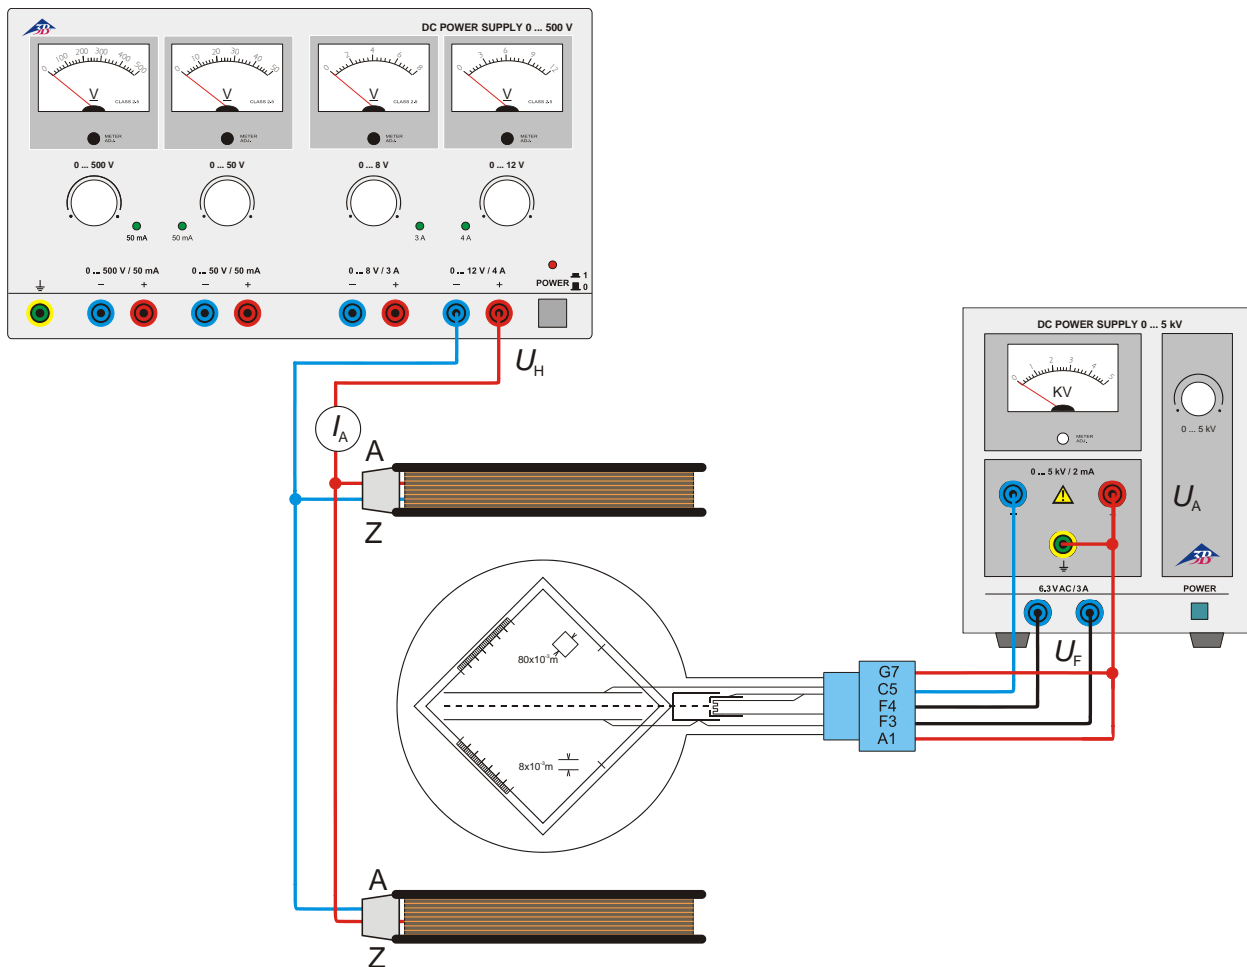

Fig. 2 Deflexión magnética
- Proceder a la conexión de los tubos de acuerdo al esquema de la Fig. 2.
- Reconstrucción del experimento de acuerdo al esquema de la Fig. 2.